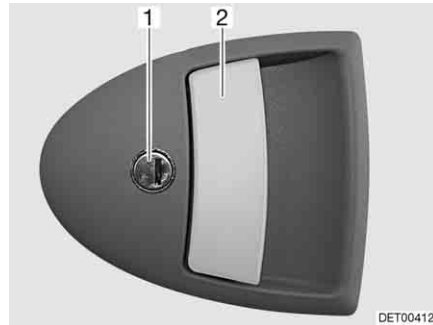

Fig. 44 Cerradura de la puerta de entrada, en el exterior
- Introducir la llave en el cilindro de cierre (Fig. 44,1) y girarla hasta que esté desbloqueada la cerradura de la puerta.
- Tirar del tirador de la puerta (Fig. 44,2). La puerta está abierta.
- Introducir la llave en el cilindro de cierre (Fig. 44,1) y girarla hasta que esté bloqueada la cerradura de la puerta.